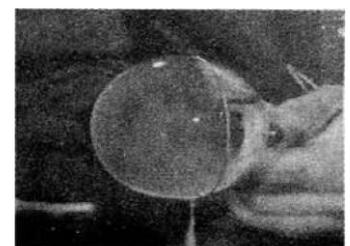

图 6
6. 2013 年 6 月 20 日我国宇航员王亚平首次进行了太空授课。图 6 为王亚平所做实验的一个画面，图中的水呈球状而不破裂，除了失重的原因外，还主要是因为()